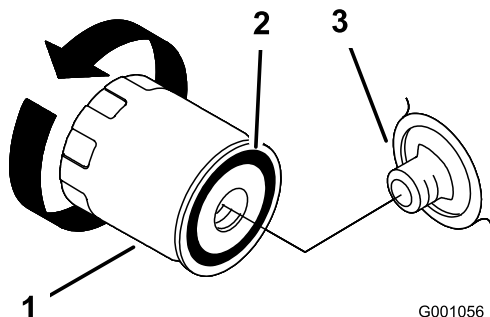

Figure 33
2. Déposez le filtre à huile usagé et essuyez la surface du joint de l'adaptateur (Figure 33).
5. Appliquez un mince film d'huile neuve sur le joint en caoutchouc du filtre de rechange (Figure 33).
6. Posez le filtre à huile de rechange sur l'adaptateur, tournez le filtre dans le sens horaire jusqu'à ce que le joint en caoutchouc touche l'adaptateur, puis serrez le filtre de 2/3 de tour à 1 tour supplémentaire (Figure 33).